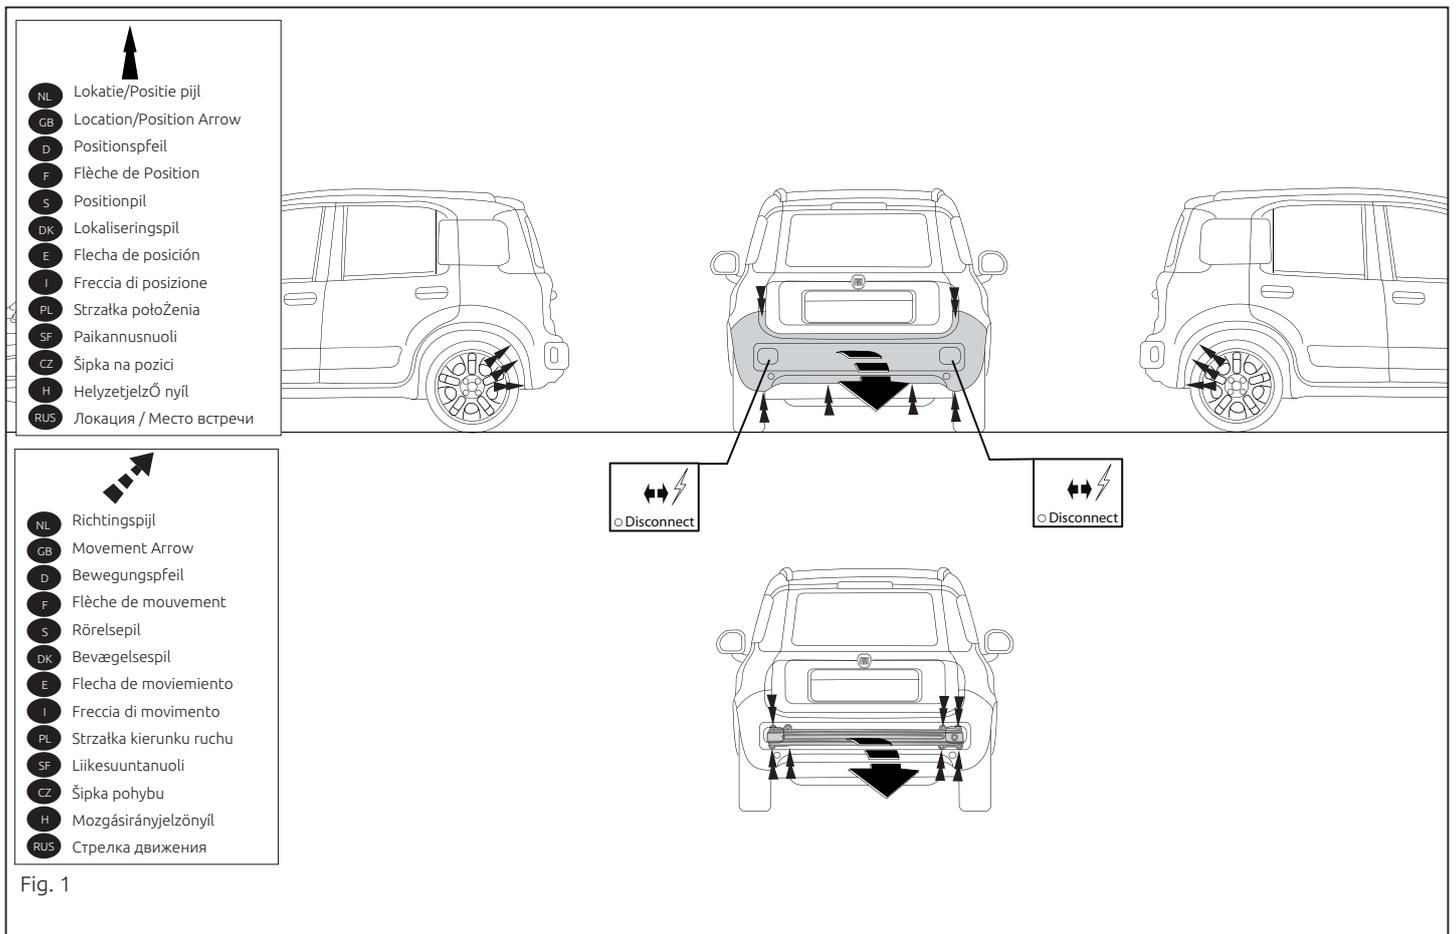

Fig. 1
1. Die Stoßstange einschließlich des stählernen Stoßbalkens vom Fahrzeug abmontieren. Der Stoßbalken wird nicht mehr benötigt. Siehe Abbildung 1.
1. Déposer le pare-chocs du véhicule y compris la traverse en acier ; la traverse ne sera plus utilisée. Voir la figure 1.